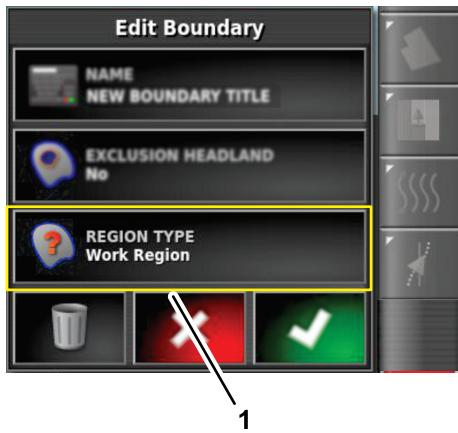

Figure 63
- Dans la boîte de dialogue Modifier une limite, appuyez sur l'icône TYPE DE ZONE (Figure 63).